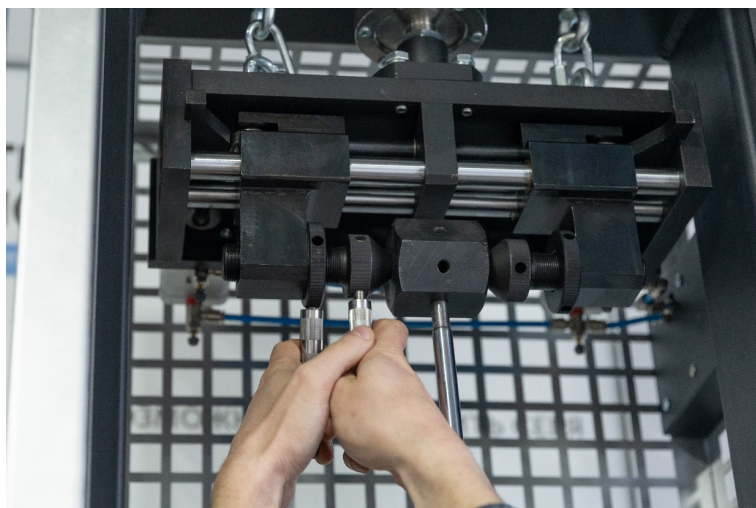

Рисунок 23. Затяжка стопорных гаек в зажиме
3.3. Дополнительно притяните к креплению амортизатора (призме) толкатели, а затем затяните стопорные гайки поз.4 рис.4 (см. рис. 23).